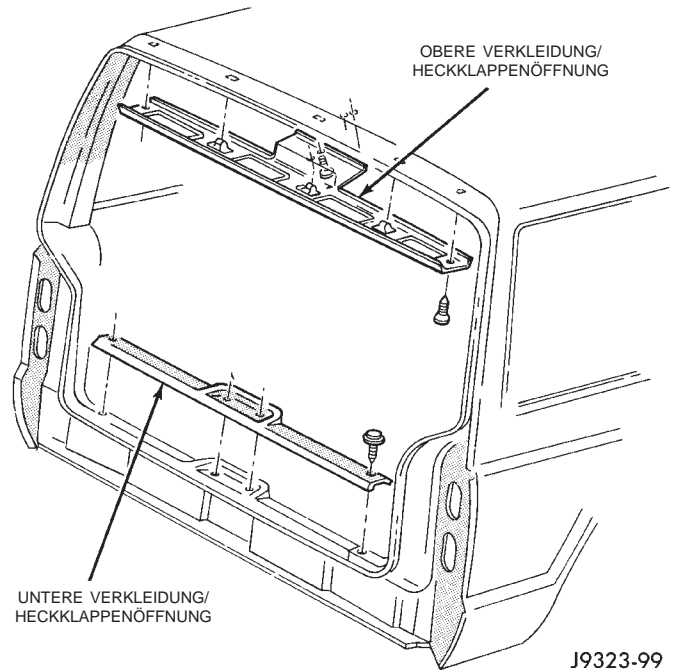

Abb. 46 Verkleidungen der Heckklappenöffnung
(1) Obere Verkleidung der Heckklappe abbauen (Abb. 46).